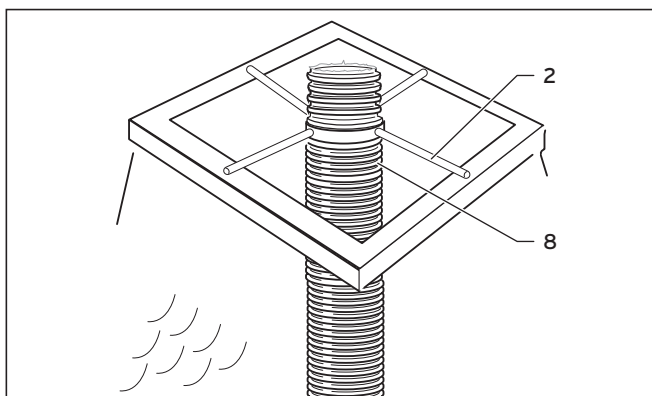

Fig. 4.59 Conduit flexible d'évacuation des fumées
- Faites glisser la croix de montage (2) par le conduit des fumées (8), sur la paroi de la cheminée d'aération (→ Fig. 4.59).